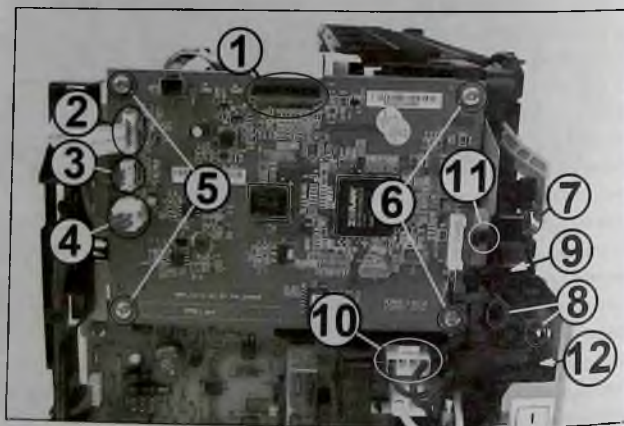

Рис. 6
- SJ9 — светодиодной линейкой блока ксерографии (1 на рис. 6);
- SJ8 — платой коммутации (2);
- SJ911 — платой коммутации (3);
- SJ1 — платой источников питания (4).
3. Откручивают четыре винта (5 и 6 на рис. 6) крепления платы форматера к правой боковой стойке, перемещают плату к себе и снимают ее с принтера.
1. Располагают принтер правой стороной к себе. Освобождают три фиксатора (7 и 8 на рис. 6) и снимают крышку (9) с канала прокладки жгута подачи питания на нагревательный элемент узла термозакрепления.
2. Освобождают фиксатор и отключают разъем (10 на рис. 6) жгута подачи питания на нагревательный элемент узла термозакрепления от платы источников питания и вынимают жгут из канала прокладки.
3. Освобождают фиксатор (11 на рис. 6) и снимают канал (12) прокладки жгута подачи питания на нагревательный элемент узла термозакрепления с принтера.